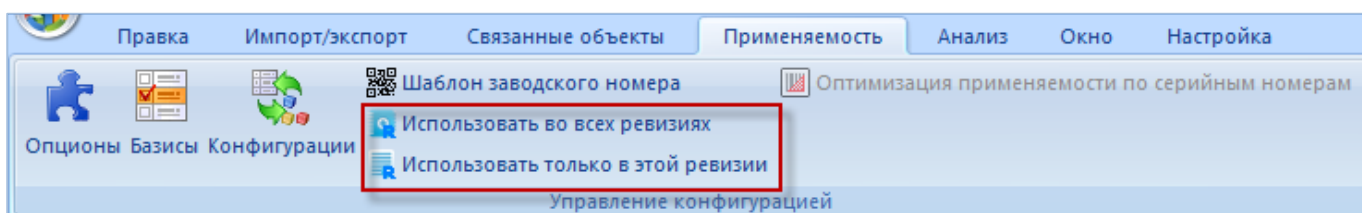

Рис. 10-57 – Панель «Управление конфигурацией»
7) Для изменения логической структуры ревизий компонента предназначены кнопки «Использовать во всех ревизиях» и «Использовать только в этой ревизии» панели «Управление конфигурацией» на вкладке «Применяемость» (рис. 10-57).